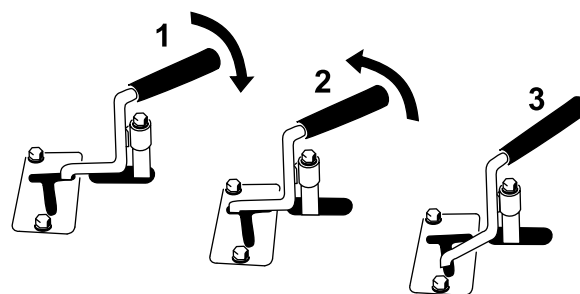

Рисунок 12
- Чтобы гидравлическое навесное орудие начало двигаться в направлении вперед, поверните рычаг вспомогательной гидравлики назад и потяните его в сторону контрольной штанги (Рисунок 12, номер 1).
- Для того чтобы гидравлическое навесное орудие начало двигаться в обратном направлении, поверните рычаг вспомогательной гидравлики назад, затем сдвиньте его влево, в верхний паз (Рисунок 12, номер 2).
Примечание: При отпускании рычага из положения движения ВПЕРЕД рычаг автоматически вернется в НЕЙТРАЛЬНОЕ положение (Рисунок 12, номер 3). Если рычаг находится в положении ЗАДНЕГО ХОДА, он будет оставаться в этом положении до тех пор, пока вы не выведете его из паза.